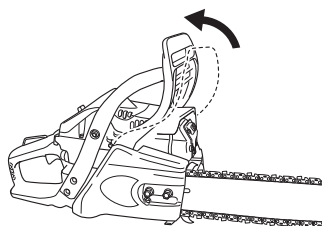

Fig. 17
9. Asegúrese de que el freno de la cadena esté desenganchado. (Fig. 17)